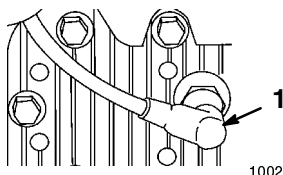

Abbildung 8
1. Das Kabel von der Zündkerze abziehen (Abb. 8).
1. Das Kabel wieder an der Zündkerze anschließen (Abb. 8).